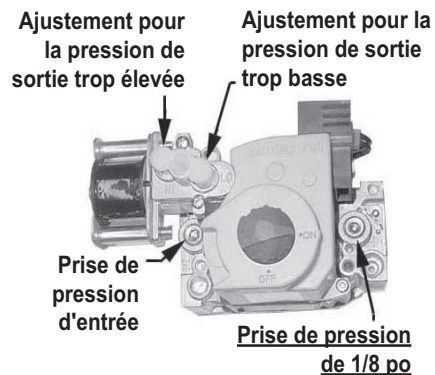

Figure 19. Vue de haut des soupapes de la sortie montrant l'emplacement de la prise sous pression de sortie et des vis d'ajustement
2. Puis raccordez un manomètre à la prise de pression de sortie de 1/8 po sur la soupape (voir Figure 19).
5. Si un réglage doit être effectué, retirez le manchon protecteur de la (des) vis de réglage (voir Figure 19). Réglez la pression adéquatement en tournant la vis régulatrice dans le sens horaire afin d'augmenter la pression. Tournez la vis régulatrice dans le sens antihoraire pour réduire la pression.
4. Puis raccordez un manomètre à la prise de pression de sortie de 1/8 po sur la soupape (voir **Figure 19**).
- b. Si un réglage doit être effectué, retirez le manchon protecteur de la (des) vis de réglage (voir **Figure 19**). Réglez la pression adéquatement en tournant la vis régulatrice dans le sens horaire afin d'augmenter la pression. Tournez la vis régulatrice dans le sens antihoraire pour réduire la pression.
10. Relier le manomètre à la prise de pression d'entrée (voir **Figure 19**).